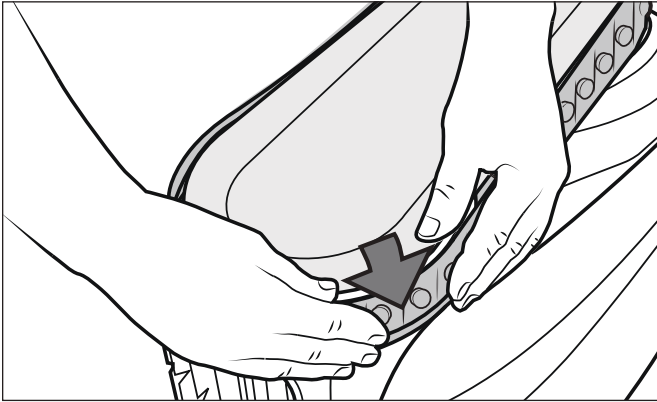

Figura 28. Comience por un lado de la oruga
- Presione uno de los lados de la oruga contra la rueda y coloque la nervadura de la oruga en la ranura de la rueda (Figura 28).